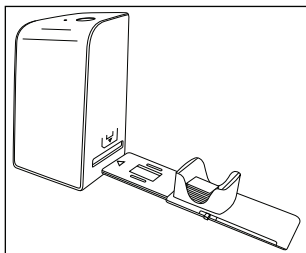

Figura 2
- ◆ Inserire innanzitutto il caricatore per diapositive **6** con l'oblò nello slot **4** a destra. Verificare che il triangolo sia rivolto in avanti e visibile (vedere figura 2).